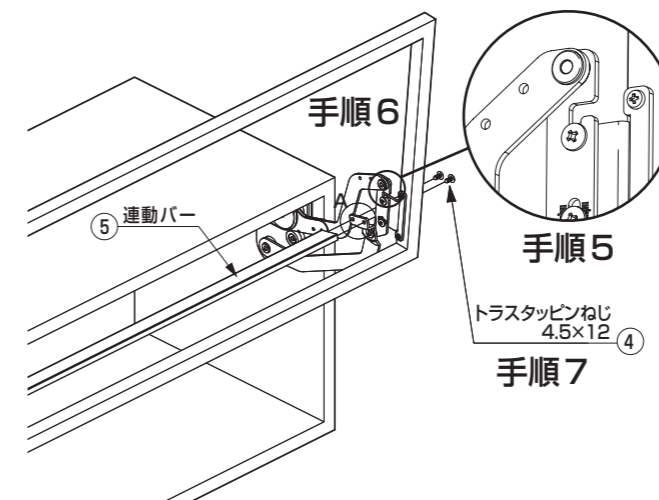

図8. 20mm幅アルミ枠取付図 (45mm幅アルミ枠、木扉も同様の作業を行います。)
手順5 SLUH本体のユニット座金の切り欠きに手順3または手順4でSLUH-SZまたはSLUH-AZに仮止めしたバインドねじ⑦⑪を引っ掛けます。(図8.)
はめ込んだ後にもう一方のねじが取り付けられるように角度を合わせます。(図8.)
手順6 扉をはめ込んだ後、ユニット座金の長穴側からSLUH-SZ、SLUH-AZの下側ねじ穴にバインドねじM5×10⑦⑪で左右ともに取り付けます。(図8.)